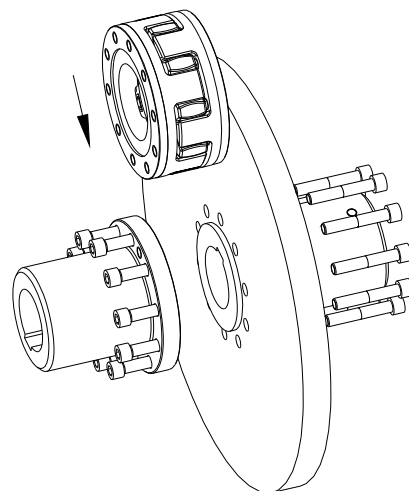

figura 6
- Monte las partes conectadas entre las bridas del acoplamiento (4Nv/4Nx) (ver figura 6).